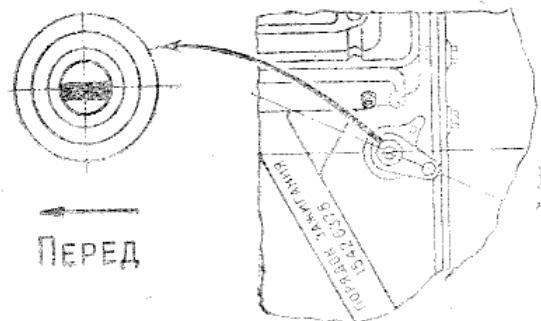

Рис. 60. Установка привода датчика-распределителя
2. Вставить привод датчика-распределителя в отверстие блока так, чтобы прорезь в валике привода была направлена вдоль оси двигателя и смешена влево, считая по ходу автомобиля (рис. 60).
3. Закрепить корпус привода держателем и гайкой так, чтобы кронштейн с резьбовым отверстием, имеющийся на корпусе привода, был направлен назад (считая по ходу автомобиля) и повернут примерно на 23° влево от продольной оси двигателя, как указано на рис. 60.